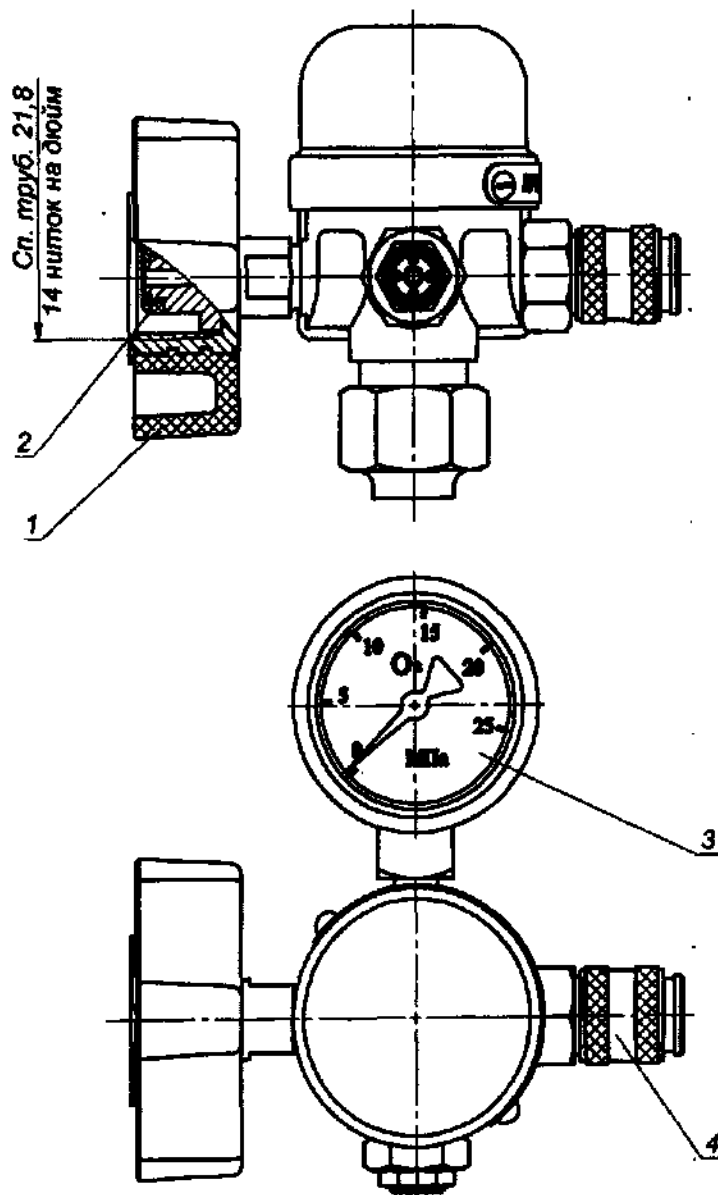
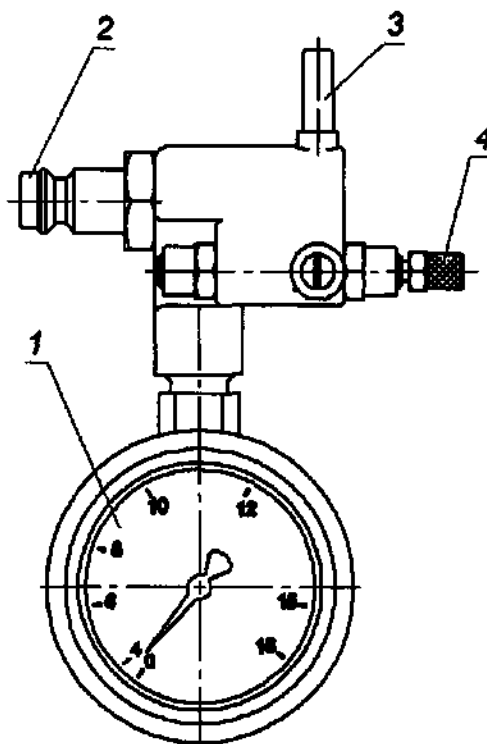

Рисунок 3 – Редуктор КР-Р1
Рисунок 4 – Регулятор подачи РП-Р2
1.4.3 Редуктор (рисунок 3) предназначен для понижения давления кислорода, поступающего из баллона с вентилем, до рабочего давления. Маховичок 1 предназначен для присоединения редуктора к баллону с вентилем. Герметичность соединения обеспечивает прокладка 2. Манометр 3 предназначен для контроля давления кислорода в баллоне. Розетка 4 быстроразъемного соединения (мод. 5081-1/4, фирмы Samozzi) предназначена для присоединения к редуктору регулятора подачи при проведении кислородной (кислородно-воздушной) и аэрозольной терапии, а также для присоединения к редуктору аппарата ИВЛ или наркозного аппарата.
1.4.4 Регулятор подачи (рисунок 4) обеспечивает подачу кислорода пациенту. Штекер 2 присоединяется к розетке 4 редуктора (рисунок 3). Ручка 4 предназначена для плавного регулирования подачи кислорода. Расходомер 1 показывает величину подачи кислорода. Ниппель 3 предназначен для присоединения маски или аэрозольного ингалятора. Регулятор подачи при необходимости может использоваться для работы от бортовой сети, для чего штекер 2 присоединяется к розетке борта.
Прокладка (из комплекта запасных частей) предназначена для замены поврежденной прокладки 2 (рисунок 3).